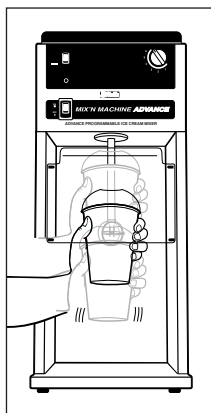

Figure 4
6. Dans un mouvement tourbillonnant, déplacez le gobelet de bas en haut autour de l'agitateur en rotation et de tous les côtés du gobelet. (Si la crème glacée est dure, ceci devrait être fait lentement.) Développez votre propre technique pour atteindre la consistance désirée du produit fini. L'agitateur effritera et brisera les matières solides. Toutefois, l'appareil n'est pas conçu pour pulvériser complètement les ingrédients et des gros morceaux peuvent se retrouver dans le produit final. Voir Figure 4.